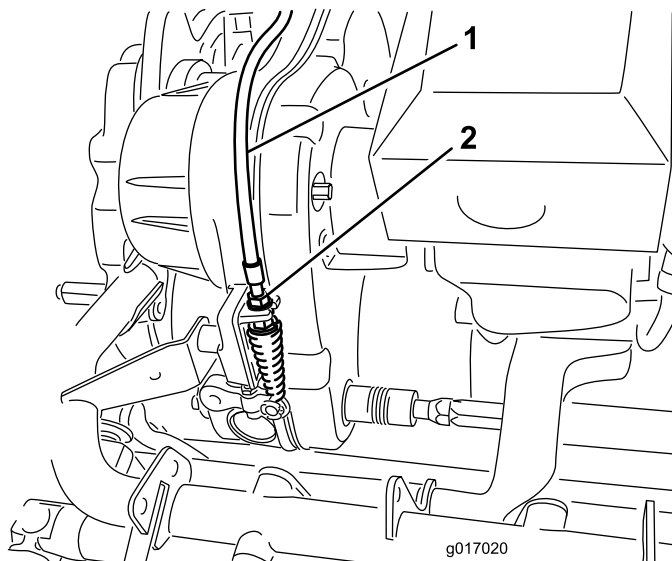

Figure 47
2. Au niveau du tablier de la transmission, réglez le câble de commande du cylindre (Figure 47) pour obtenir une longueur de ressort de 70,6 à 72,4 mm.